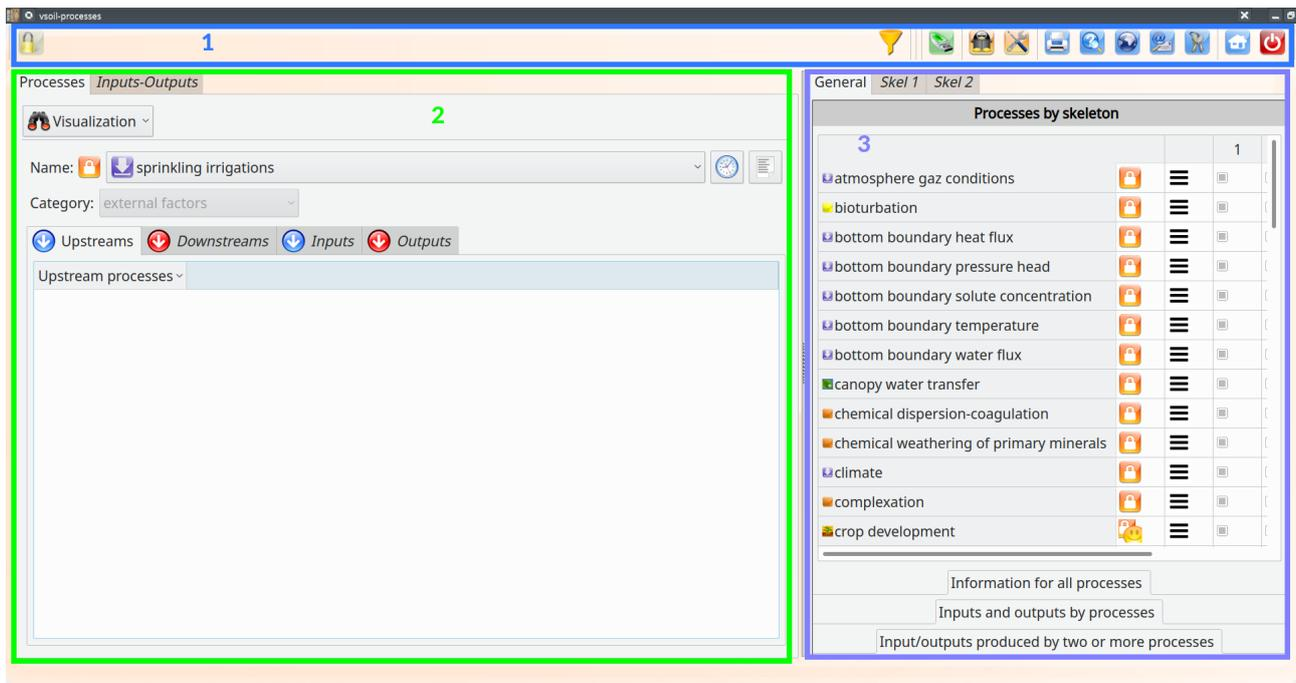
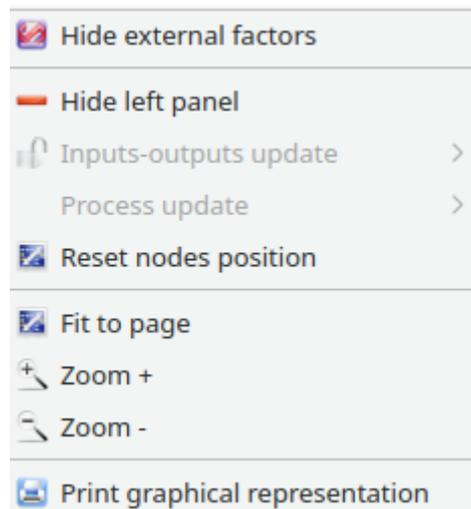

FIGURE 5 – Espace de travail de l’application « vsoil-processes »
FIGURE 17 – Menu contextuel général, avec option Hide left panel
L'espace de travail se divise en 3 parties (cf. figure 5) :
1. Partie 1 (en bleu sur la figure 5), barre d'outils. Elle contient l'accès au mode souhaité (icône à gauche en forme de cadenas) : visualisation ou édition, et les fonctions générales (icônes à droite de la barre) : Filtrage ; Save ; Connexion à distance ; Preferences ; Print ; Accès site web et manuel utilisateur ; Contact ; Licence ; Quit.
2. Partie 2 (en vert sur la figure 5), partie d'exploration/édition des processus et des variables d'entrée et de sortie. Cette partie contient les informations textuelles par processus et par variable ainsi que les fonctionnalités permettant de modifier le contenu de ces informations (modification, ajout, suppression).
3. Partie 3 (en violet sur la figure 5), espace de visualisation synthétique. Il contient un onglet « General » décomposé en quatre parties :
Le fonctionnement et le contenu de chacune de ces parties est présenté dans la figure 5 suivante.
Par défaut, les 3 parties de l'environnement de travail sont visibles (cf. figure 5). Pour agrandir la vue des squelettes, on peut cacher la partie 2 de l'environnement de travail. Pour cela, positionnez la souris sur un squelette de la partie 3, et effectuez un clic droit dans un espace vide sur le squelette (ne vous positionnez pas sur un processus). Un menu contextuel s'affiche (cf. figure 17), donnant des informations générales.
Si vous souhaitez visualiser uniquement la représentation graphique des squelettes, sélectionnez l'option « Hide left panel » dans le menu contextuel (cf. figure 17). La vue de votre environnement passe de l'environnement complet :
Les squelettes sont visibles dans la partie 3, dans les onglets « Skel » (cf. figure 5). Dans cette partie nous allons détailler les fonctions de modification de la visualisation du squelette. Ces fonctions sont accessibles via le menu contextuel général (cf. figure 17).